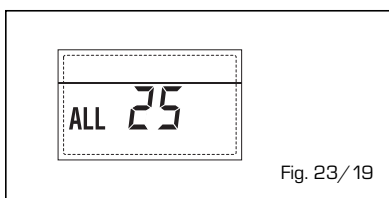

Fig. 23/19
- **ANOMALIA SONDA AUSILIARIA (S3) "ALL 26"** (fig. 23/20).